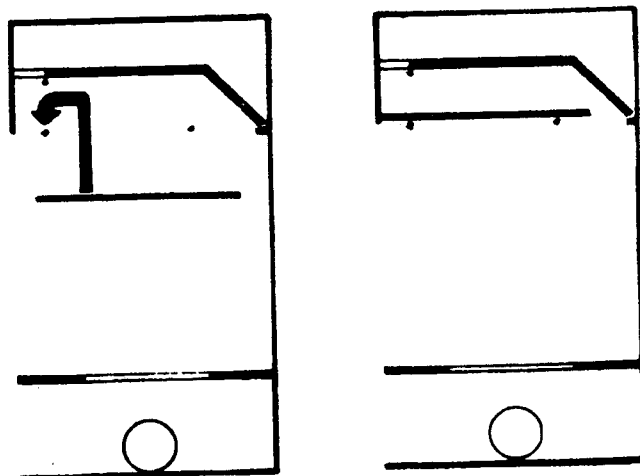

Fig. 2
- Les remettre éventuellement en place comme indiqué (Fig. 2).
- If necessary, put them into position as shown below (Fig. 2).